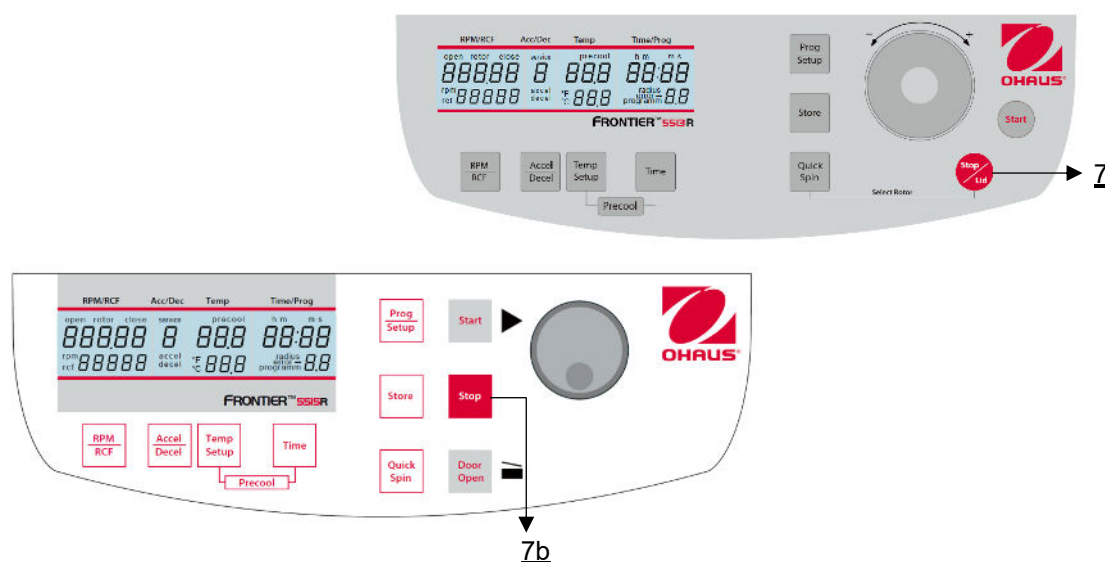

Figure 23
La touche **"Stop"** (7b) ou **"Stop/Couvercle"** (7) (voir **figure 23**) permet d'interrompre la centrifugeuse à tout moment. Après avoir appuyé sur la touche, la centrifugeuse décélère avec l'intensité présélectionnée jusqu'à l'arrêt.